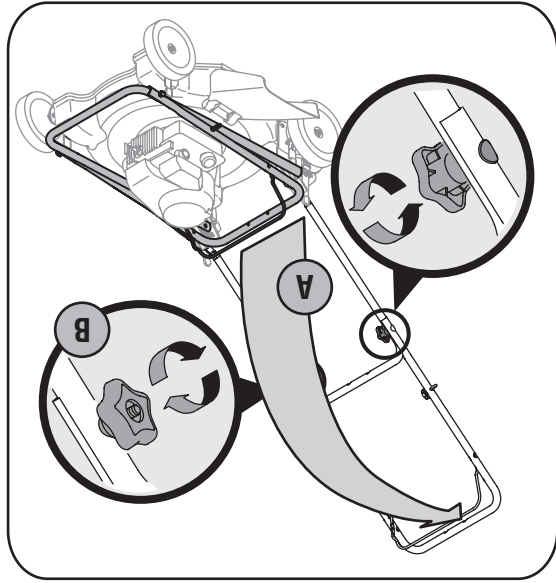

Figure 2
- Redressez le guidon supérieur vers vous pour le faire passer de la position A à la position de travail B. Voir la Figure 2.